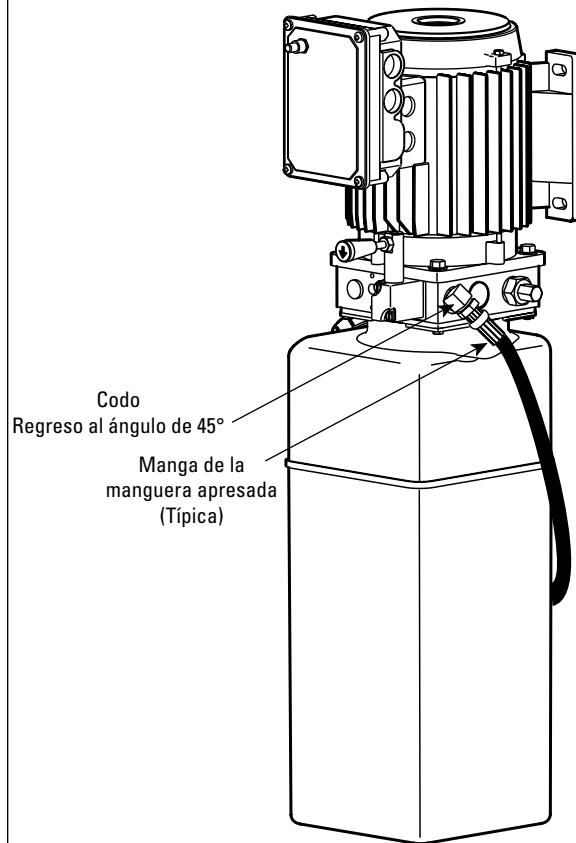
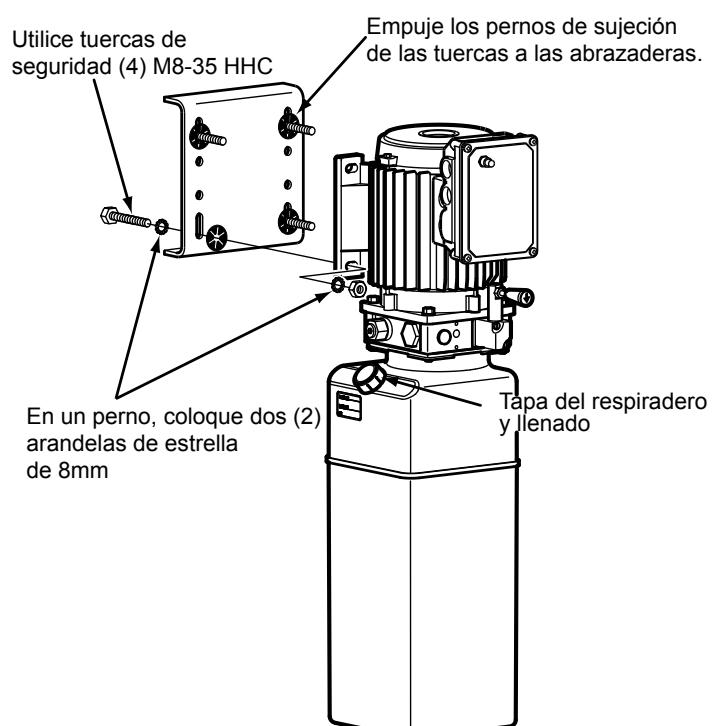
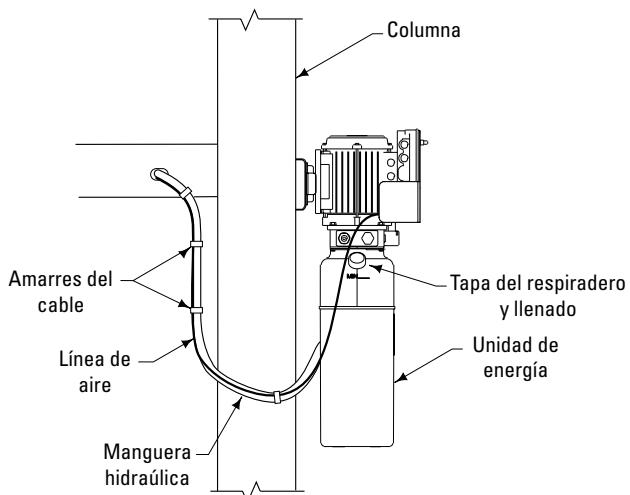

Fig. 17
Fig. 18
Fig. 19
- A. Coloque (4) pernos hexagonales M8-35 a través de los orificios del soporte de la columna utilizando las tuercas de empuje para que se mantengan en su lugar.
- B. Monte la unidad de energía con el motor hacia arriba, Fig. 18 al soporte de columna e instale las rondanas y tuercas. Pase la manguera hidráulica del carril a través de la ranura al lado del carril al puerto de salida de la unidad de energía, Fig. 19. NO utilice cinta de Teflón en las conexiones de la manguera hidráulica.
- C. Instale y apriete manualmente el codo a la bomba hasta que el anillo O esté asentado y el codo esté orientado hacia abajo a aproximadamente 45°, Fig. 17. Apriete la contratuerca a 35-40 pies/libras. (47-54 Nm). Instale la etiqueta de Capacidad adjunta sobre la unidad de energía, Fig. 18.
**12. Llenado del fluido hidráulico:** La capacidad del sistema es de catorce (14) cuartos. Utilice Dexron III ATF. Retire el tapón de llenado/respiradero, Fig. 19. Vierta trece (13) cuartos de fluido. Coloque de nuevo el tapón de llenado/respiradero. Arranque el motor y haga ascender completamente el elevador. Hágalo descender hasta los seguros.
Nota: Si el tapón de llenado/respiradero, Fig. 19, se pierde o daña, solicite un repuesto.
Para probar la presión, lleve el elevador hasta la altura máxima y haga funcionar el motor durante aproximadamente 5 segundos. Deténgalo y verifique todos los accesorios y las conexiones de la manguera. Apriete o selle de nuevo si se requiere. Haga descender el elevador. Si el tapón de llenado/respiradero, Fig. 19, se pierde o daña, solicite un repuesto.